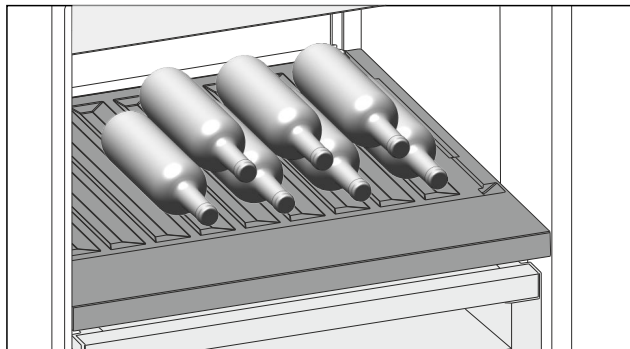

Fig. 124
- ▶ Steklenice vstavite z dnom proti zadnji steni aparata. (glejte Fig. 124)